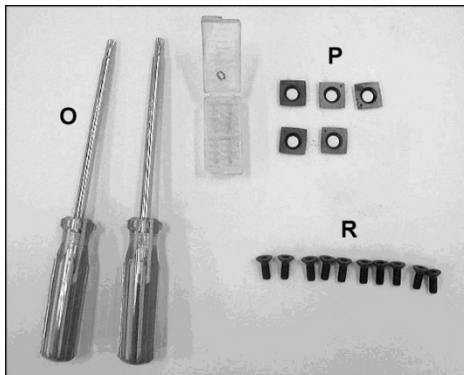

Рис. 5 (только для строгального вала helical)
- 4 Винта с внутренним шестигранником, 5/16"-18x3/4" (EE)
- 4 Плоские шайбы, 5/16" (FF)
- 4 Стопорные шайбы, 5/16" (GG)
- 4 Винта с полукруглой головкой, 1/4"-20 x 1/2" (HH)
- 4 Плоские шайбы, 1/4" (JJ)
- 2 Винта с полукруглой головкой, M6 x 12 (KK)
- 2 Плоские шайбы, M6 (LL)
- 1 Шаблон для установки ножа (N)
**Входит только в комплект поставки станка со строгальным валом helical (модель 60HH) (см. Рис. 5):**
- 2 Отвертки Torx (O)
- 5 Режущих пластин (P)
- 10 Винтов для крепления пластин (R)